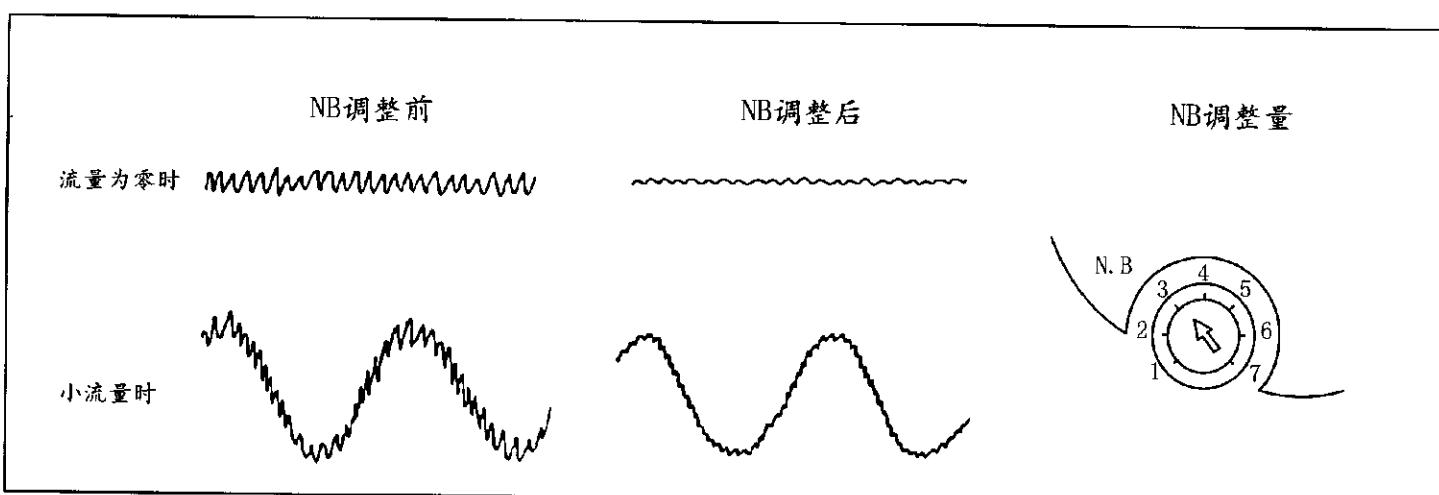

图8-4 NB调整
如图8-4所示，调整到使TP2-COM2之间信号波形的噪声成分最小。
(2) 假使无示波器，使流量为零，进行NB调整。如是模拟输出，使输出为 $4\text{mA Dc}$ ；如是脉冲输出，使无输出。
(3) NB调整电位器的位置一般在刻度3～4之间，参看图8-4。